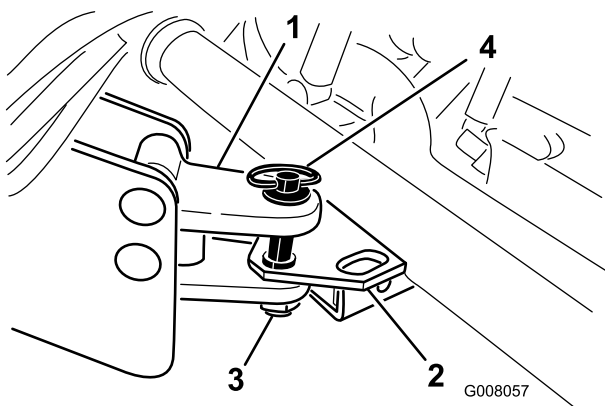

Рисунок 18
2. Отрегулируйте сцепное устройство обработчика проколов на уровень сцепного устройства буксирной машины (Рисунок 18). Когда рама обработчика проколов опирается на задний валик, она должна быть параллельна грунту.
3. Соедините сцепные устройства обработчика проколов и транспортного средства с помощью пальца сцепного устройства и шплинта (Рисунок 18).